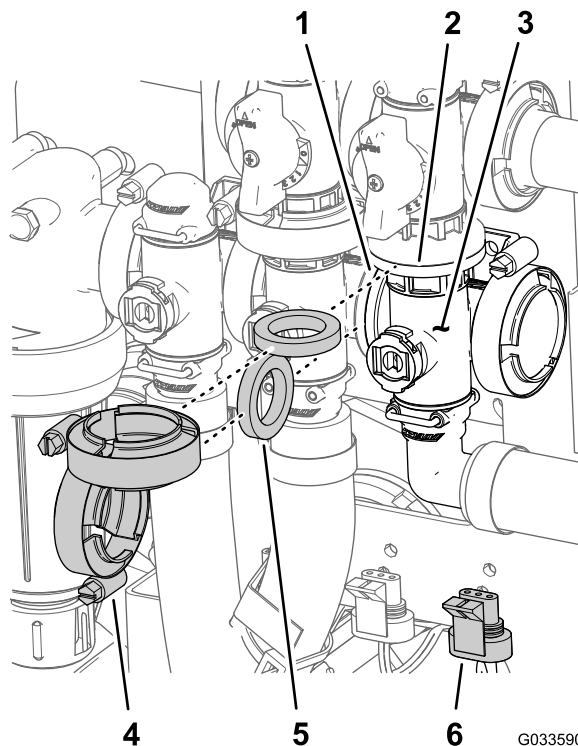

Figura 129
1. Allineate la flangia del collettore della valvola principale delle barre, una guarnizione e la flangia della valvola di bypass principale della barra (Figura 129).
2. Montate il collettore della valvola principale delle barre, la guarnizione e la valvola di bypass principale della barra con un morsetto flangiato serrato manualmente (Figura 129).
3. Allineate la flangia del collettore della valvola principale delle barre, una guarnizione e il collettore della valvola dell'agitatore (Figura 129).
4. Montate il collettore della valvola principale delle barre, la guarnizione e il collettore della valvola dell'agitatore con un morsetto flangiato e serrate manualmente (Figura 129).
7. Montate la valvola dell'agitatore sul supporto della valvola con il bullone a testa flangiata e il dado bloccaggio flangiato (Figura 129) rimossi al passaggio 3 di Rimozione della valvola del collettore principale delle barre \(pagina 86\) e serrate il dado e il bullone a 10–12 N·m.